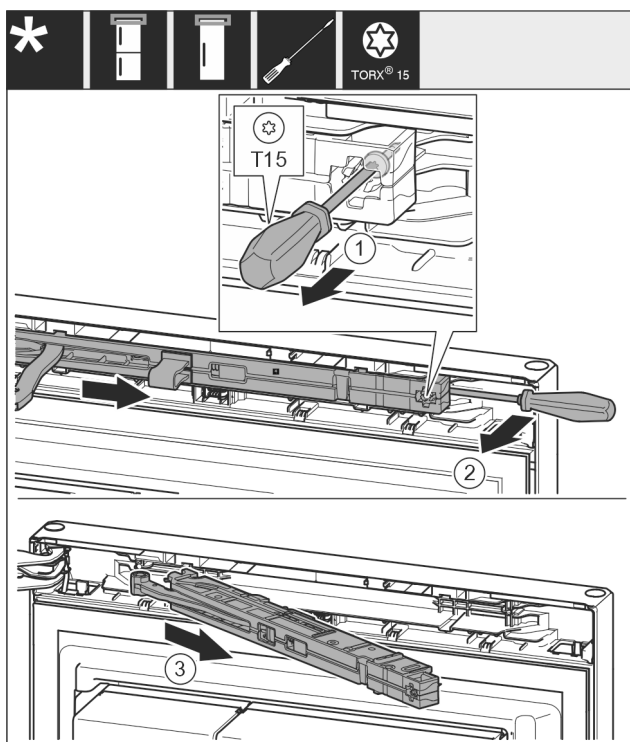

Fig. 11
- ▶ Λασκάρτε τη βίδα από τη μονάδα αποσβεστήρα κλεισίματος με κατσαβίδι T15 περ. 14 mm. Fig. 11 (1)
- ▶ Περάστε ένα κατσαβίδι από την πλευρά της λαβής πίσω από τη μονάδα αποσβεστήρα κλεισίματος και περιστρέψτε τη μονάδα προς τα εμπρός. Fig. 11 (2)
- ▶ Τραβήξτε έξω τη μονάδα αποσβεστήρα κλεισίματος. Fig. 11 (3)